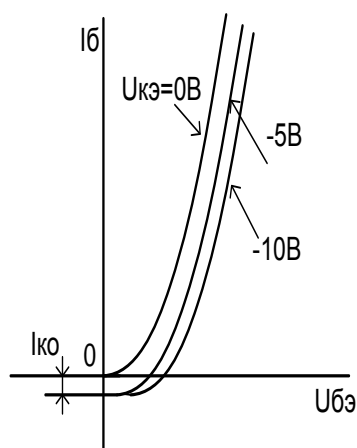

Рисунок 4.3 – Входные характеристики транзистора с ОЭ
*Входные характеристики.* Входные характеристики транзистора с ОЭ (рисунок 4.3) отображают зависимость  $I_b = f(U_{бэ})$  при  $U_{кэ} = const$